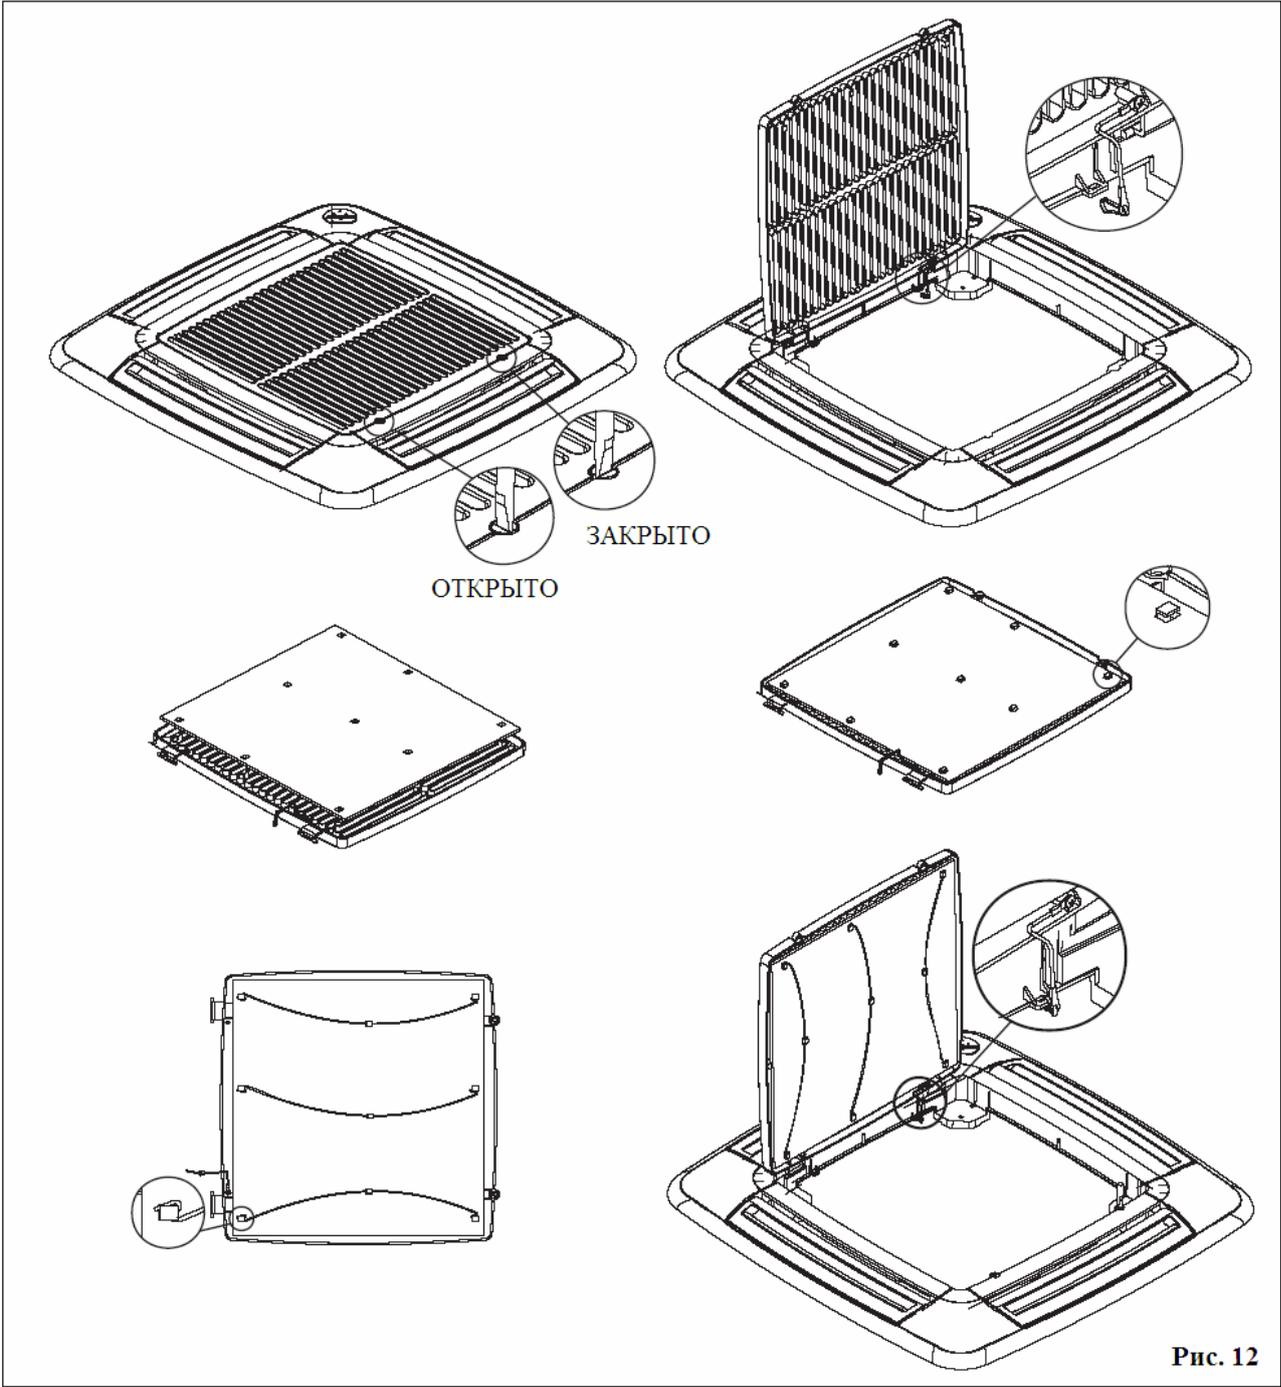

Рис. 12
В режиме охлаждения влага из воздуха конденсируется внутри вентиляторного доводчика. Для отвода конденсата дренажное отверстие доводчика (имеющему диаметр 16 мм) должно быть соединено с дренажной системой. Отверстие (SCT, рис. 12), имеющееся в поддоне из полистирола, позволяет полностью слить воду из корпуса вентиляторного доводчика, что может оказаться полезным при демонтажных операциях. При обычной эксплуатации это отверстие должно быть закрыто пробкой из резиноподобного материала, входящей в комплект поставки.
- Закрепите клеппер на корпусе, совместив его должным образом с плоскостью корпуса (рис. 12).
- Для моделей FCA-R: закрепите блок электроники внутри корпуса с помощью двух винтов (рис. 12).